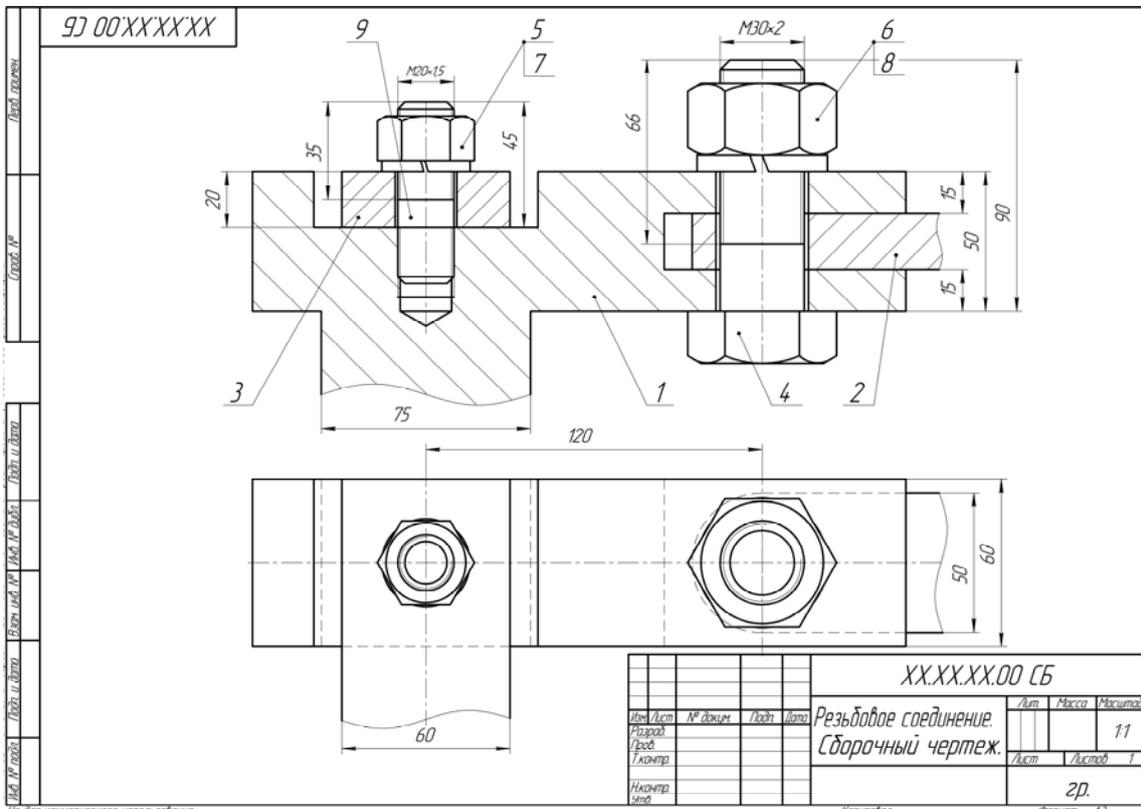

Рисунок 5.19 – Пример выполнения чертежа резьбового соединения
14) проставьте размеры и заполните основную надпись (рисунок 5.19).
Задачи работы: составить спецификацию на сборочный чертеж «Резьбовое соединение» (см. рисунок 5.19).
Порядок выполнения работы по составлению спецификации на сборочный чертеж «Резьбовое соединение» без ассоциации с чертежом (см. рисунок 5.19):